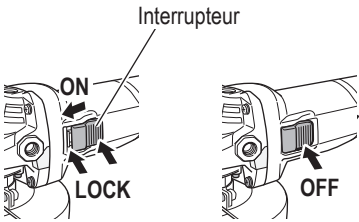

Fig. 16
2. Action de l'interrupteur <G3613DVE> (Fig. 16)
Mettez la meuleuse à l'arrêt (Fig. 16)